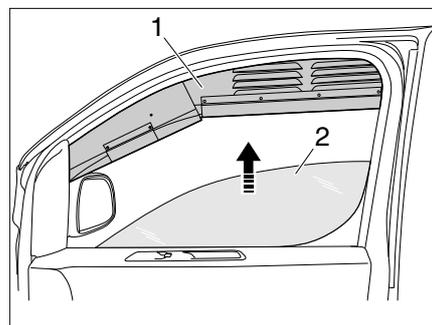

Bild 9 Lüftungsgitter einsetzen
- Fahrzeugscheibe (Bild 9,2) herunter fahren.
- Lüftungsgitter (Bild 9,1) oben im Fensterrahmen einsetzen.